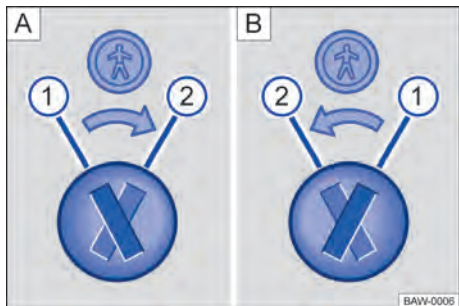

Fig. 38 Cierre de seguridad para niños: [A] puerta trasera izquierda, [B] puerta trasera derecha.
Leyenda para → fig. 38:
- Introducir la paleta de la llave en la ranura del bloqueo de seguridad para niños para activarlo o desactivarlo → fig. 38.